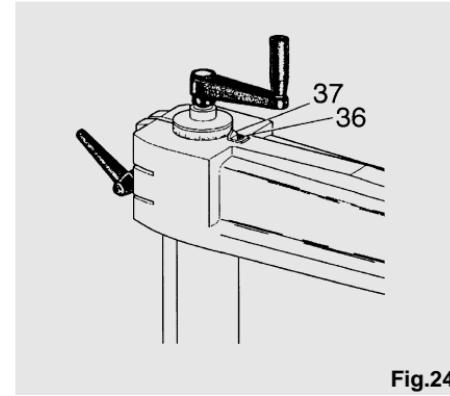

Fig.24
Après avoir obtenu la perpendicularité du bras par rapport à la règle de butée, passer au positionnement définitif de l'index situé sur le bras (voir figure 24). Desserrer la vis (36) et faire en sorte que l'index (37) coïncide avec la position 0 du nonius gradué.